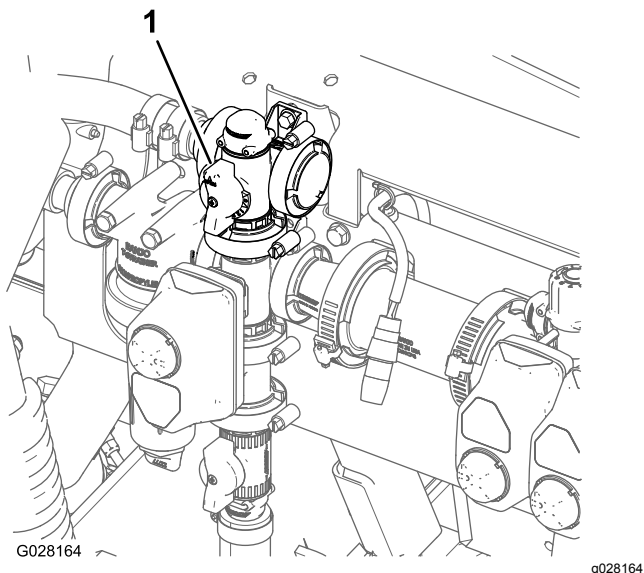

图32
9. 调整搅拌阀背面的搅拌旁通阀图32直至压力表上打药车系统压力读数为 689kPa 100psi。